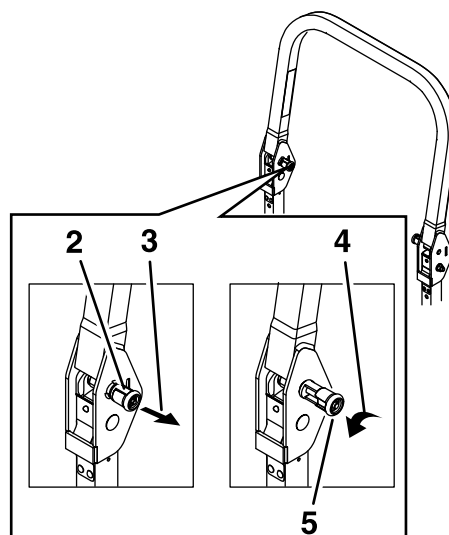

Figura 8
2. Tirate entrambe le manopole e ruotatele di 90 gradi in modo che non siano innestate (Figura 8).
3. Abbassate il roll bar (Figura 8).